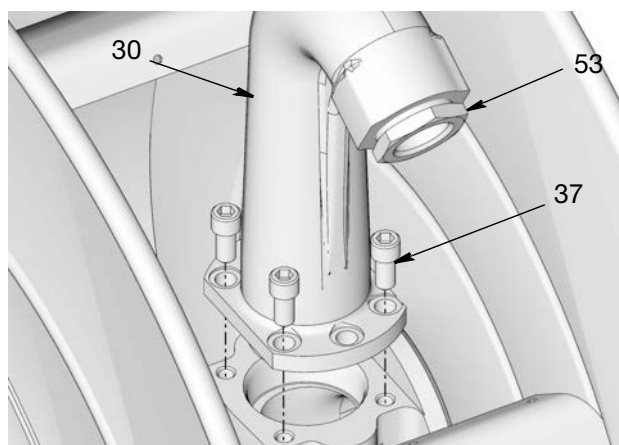

FIG. 6: Se muestra la salida de baja presión. Los modelos de media presión usan 6 pernos.
3. Para facilitar la instalación de la manguera, Graco recomienda retirar la salida (30) del carrete. Para ello, retire los pernos (37) que sujetan la salida al carrete (FIG. 6).
4. Aplique sellante de roscas de tubos o envuelva cinta de PTFE alrededor de las roscas del reductor (53) (de ser necesario). Luego, monte e instale el reductor (53) en el extremo de la salida (FIG. 6). Use dos llaves sobre las caras planas, trabajando en sentidos opuestos, para apretar el reductor con seguridad en el accesorio de salida.